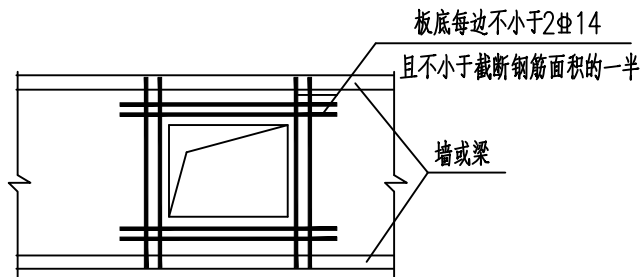

图1
- 6.2板上预留洞口≤300钢筋不切断，绕过洞口；洞口大于300且小于1000时按图1施工。留洞位置详建筑图。